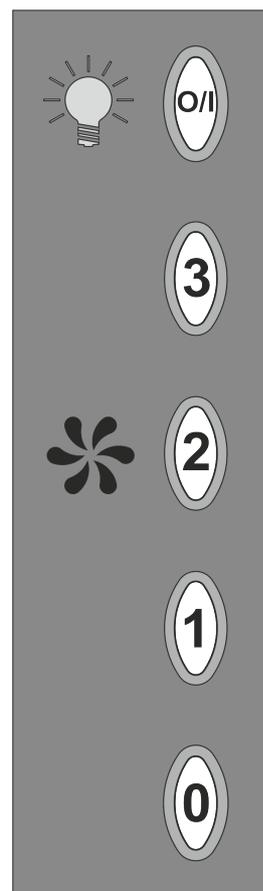

Рис.5
7.3 На площині корпусу розміщений кнопковий перемикач режимів роботи і включення ламп освітлення (рис.5).